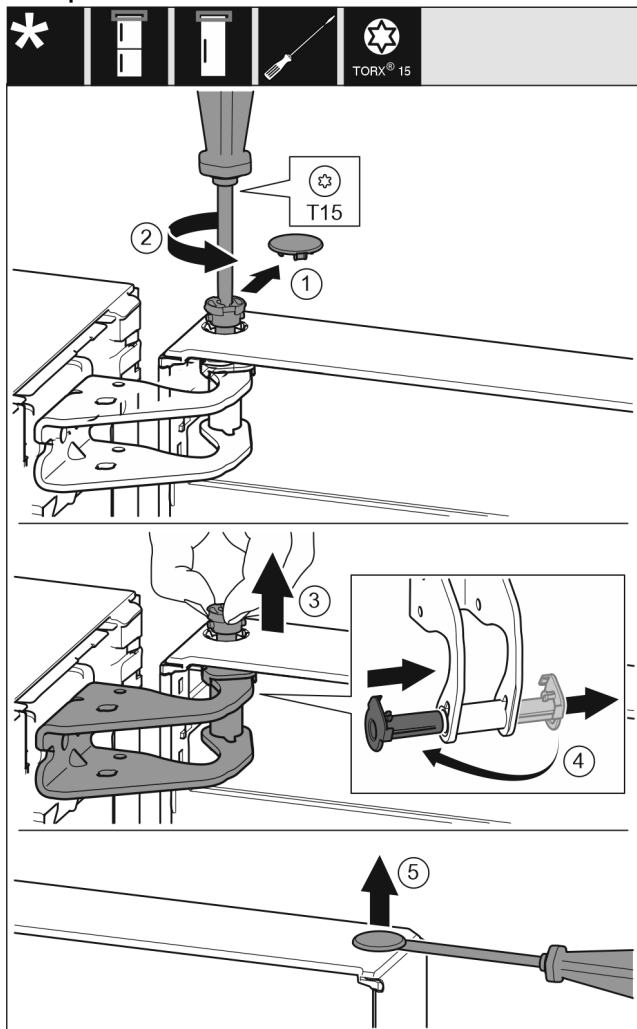

Fig. 7
- ▶ Atsargiai nutraukite apsauginę dengiamąją plokštelę. Fig. 7 (1)
- ▶ Siek tiek išsukite varžtus atsuktuvu T15. Fig. 7 (2)
- ▶ Tvirtai laikykite duris ir ištraukite varžtą pirštais. Fig. 7 (3)
- ▶ Ištraukite guolio įvorę iš kreipiamosios. Įstatykite iš kitos pusės ir užfiksuokite. Fig. 7 (4)
- ▶ Kaištį atsargiai pakelkite išdrožiniu atsuktuvu iš durų guolio įvorės ir jį ištraukite. Fig. 7 (5)